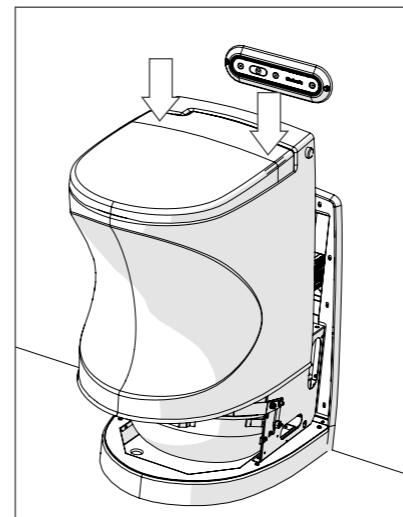

Bild 7
- Sänk ner toalettstolen genom att trycka med båda händerna baktilt på toalettlockets ovansida (bild 7). Se till att ramen (den vita listan) omsluter höljets kant.